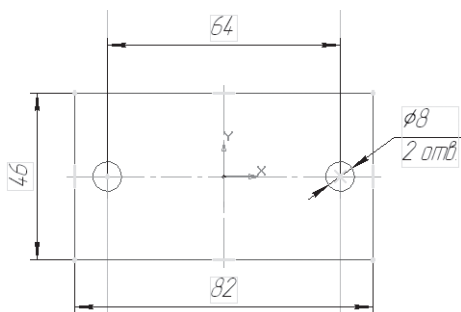

Рис. 195
- на пересечении горизонтальной оси симметрии и параллельных прямых постройте окружности радиусом 4 мм ($\varnothing = 8$) – рис. 195;